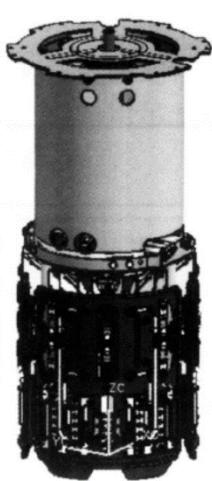

Рисунок 23 Извлечение выемной части контактора
- 6) Осторожно и строго вертикально извлечь выемную часть контактора из масляного бака (Рисунок 23).